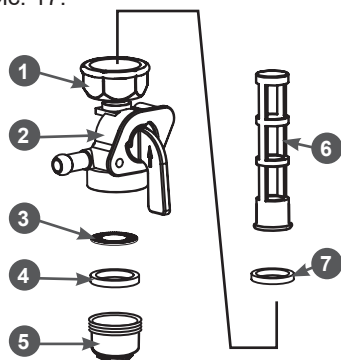

Рис. 17. Устройство топливного крана
Каждые 300 часов работы или один раз в год в зависимости от того, что наступит раньше, необходимо производить очистку топливного бака от грязи и конденсата. Перед этим рекомендуется полностью выработать топливо. Одновременно с очисткой топливного бака необходимо проверять и очищать фильтры, установленные в топливном кране (Рис. 17). Поврежденные или сильно загрязненные фильтры необходимо заменить.
Устройство топливного крана показано на Рис. 17.
4. Открутите стакан отстойника 5 и слейте из него бензин в подготовленную для этого емкость (Рис. 17).
5. Извлеките из корпуса 2 крана уплотнительное кольцо 4 и сетчатый фильтр 3 (Рис. 17).
6. Открутите гайку 1 и снимите топливный кран с бака. Извлеките из топливного бака сетчатый фильтр 6 вместе с уплотнительным кольцом 7 (Рис. 17).